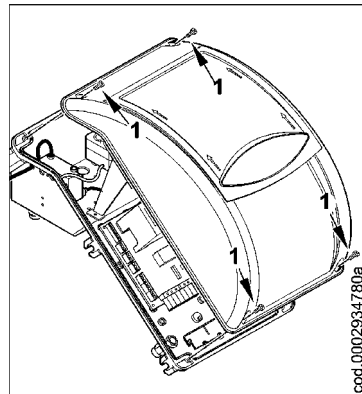

Рисунок 1
- 1) Снимите крышку, открутив 4 винта (1), как рис. 1, при этом не убирайте прозрачное окошко. Таким образом можно получить доступ к электрическому щиту горелки.